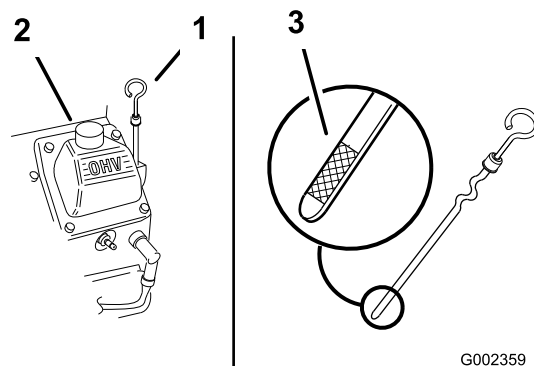

Figura 16
2. Pulite attorno all'asta di livello (Figura 16) in modo che la morchia non possa penetrare nel foro di rifornimento e danneggiare il motore.
3. Togliete l'asta di livello, asciugatela e reinsertitela a fondo (Figura 16).
Il livello dell'olio deve raggiungere la tacca di pieno sull'estremità metallica dell'asta (Figura 16).
5. Se il livello dell'olio non raggiunge il segno di pieno (Full), togliete il tappo del tubo di riempimento (Figura 16) e rabboccate con olio fino a portarlo al segno Full sull'asta di livello. **Non riempite troppo.**